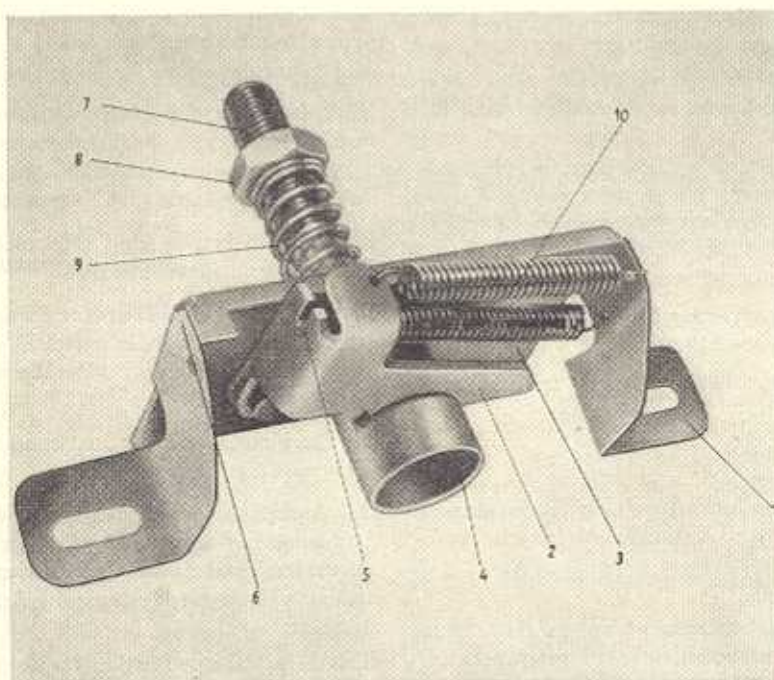

Bild K 50. Motorhaubenschloß, ausgebaut
1. Das Motorhaubenschloß (Bild K 50)
Beim Abbau des Schlosses muß zuerst der Bowdenzug ausgehängt werden, der mit seiner Hülle am Schloß abgestützt ist und dessen Seil im unteren Hebel eingehängt ist. Die drei Befestigungsschrauben $M 6 \times 10$ werden gelöst und das Schloß abgenommen (Bild K 50). Alle Hebel im Schloß sind drehbar vernietet und stehen unter Federspannung der dort angeordneten Federn. Die Federn ziehen die einzelnen Verriegelungshebel in ihre Ausgangsstellung zurück. Um den Schließbolzen abzubauen, werden die Befestigungsmuttern $M 14 \times 1,5$ gelöst und der Bolzen aus dem Loch im vorderen Haubenspannt herausgezogen.